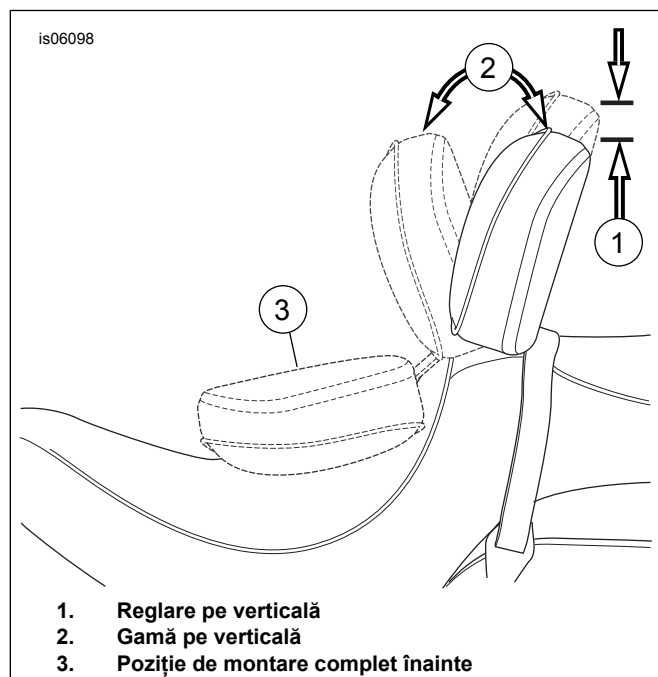

Figura 14. Pozițiile spătarului
7. Consultați Figura 14 . Cu spătarul și scaunul la loc, împingeți spătarul în poziția complet înainte (3). Mecanismul de spătar va apăsa pe partea inferioară a scaunului și pe apărătoarea inserată pe scaun.
1. Consultați Figura 14 . Mânerul de reglare este utilizat pentru a deplasa perna spătarului în pozițiile înainte și înapoi.
2. Pentru a regla perna spătarului înainte sau în spate (2), împingeți mânerul.
6. Pentru a regla perna spătarului în sus și în jos (1), trageți butonul de pe partea din spate a pernei.